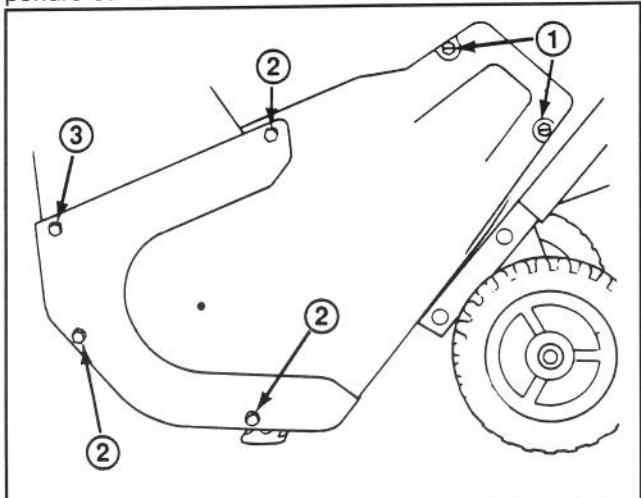

Figure 13
REPLACEMENT DE LA COURROIE D'ENTRAINEMENT (Fig. 13 et 14)
4. Retirez les 3 vis autotaraudeuses, 3 boulons à tête, 1 rondelle, et 3 écrous qui fixent le couvercle de la courroie au châssis de la déneigeuse (Fig. 13). Soulevez le panneau du côté gauche et laissez le pendre sur le câble.